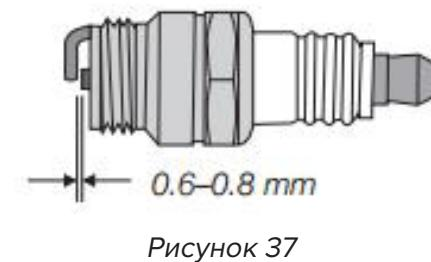

Рисунок 37
- Пользуясь щупом, проверить зазор между электродами и при необходимости установить его на 0,76 мм (см. рис. 37)